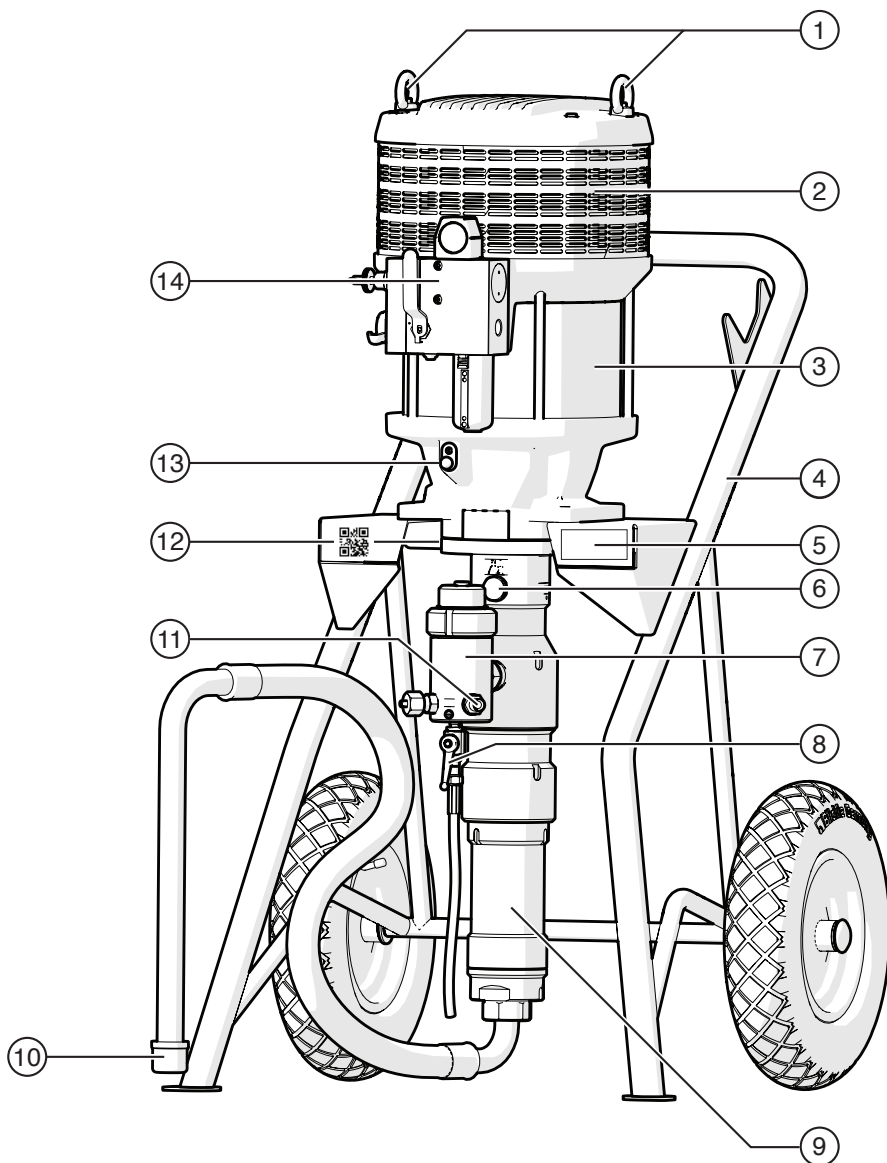

Abb. 7 Airless 270 (hier auf Fahrgestell)
- Zum Heben der Maschine schlagen Sie geeignete Hebezeuge an den dafür vorgesehenen Ringösen an (siehe Abb. 7, Nr. 1). Die Ringösen sind nur für die Last der Hochdruckpumpe ausgelegt. Nicht das Komplett-Gerät (einschl. Zubehör, Schläuche oder Gestell) daran heben!